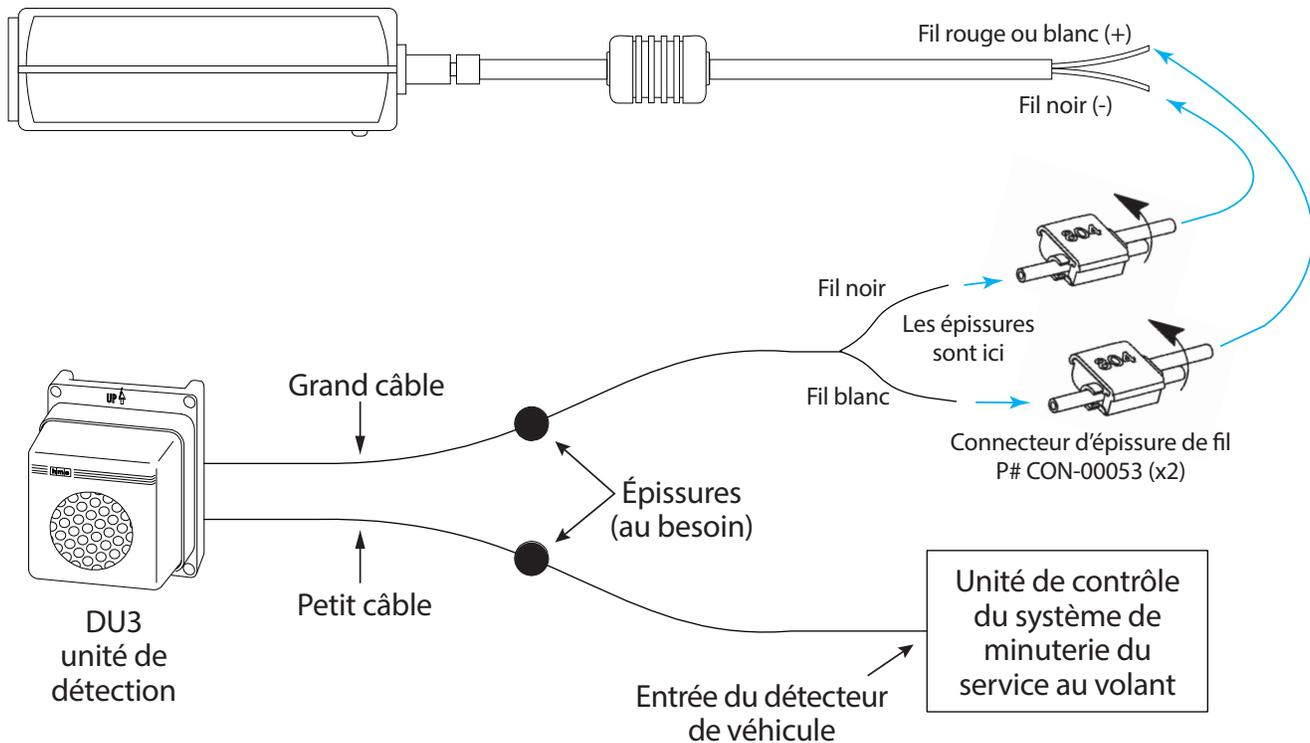

Figure 5. Acheminement et connexions des câbles DU3
- Acheminez le câble le plus gros qui passe à travers le mur depuis le DU3 jusqu'à l'adaptateur d'alimentation CA/CC. Utilisez votre méthode d'épissage préférée ou une pince plate et les connecteurs de prise bleus 3M (inclus dans l'emballage du DU3) pour épisser les fils 16 AWG du gros câble aux fils 18 AWG de l'adaptateur d'alimentation CA/CC, comme indiqué dans la figure 5 (le fil noir du gros câble s'épisse au fil noir de l'adaptateur d'alimentation, tandis que le fil blanc du gros câble s'épisse au fil rouge (ou blanc) de l'adaptateur d'alimentation). Voir l'annexe pour les instructions d'épissage du connecteur de prise 3M. Vérifiez que la connexion épissée est bonne avant de continuer.